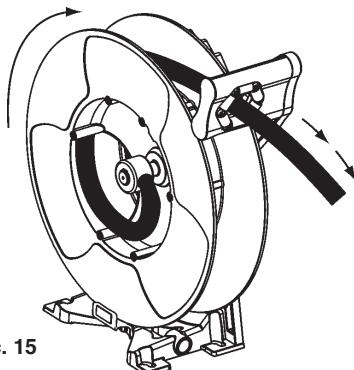

Рис. 15
- Вытянуть шланг, должна сработать защелка катушки (рис. 15).